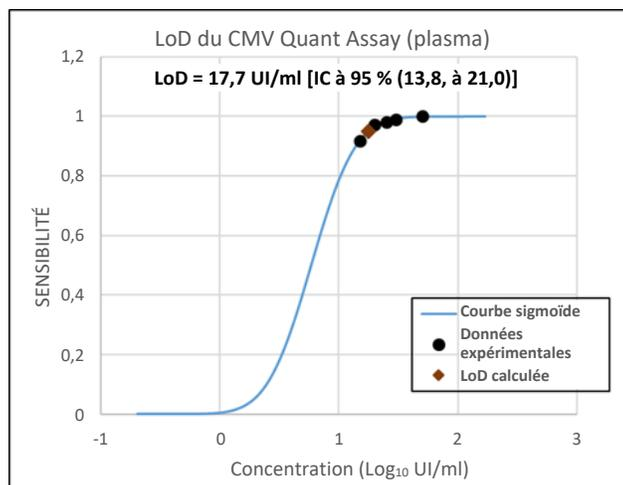

Figure 2 : Analyse de type Probit utilisée pour déterminer la LoD du NeuMoDx CMV Quant Assay dans les échantillons de plasma
La LoD du NeuMoDx CMV Quant Assay dans le plasma pour le variant gB1 était de 17,7 UI/ml ($1,25 \log_{10}$ UI/ml) avec un intervalle de confiance à 95 % (IC) de 13,8 à 21,0 UI/ml, ($1,14$ à $1,32 \log_{10}$ UI/ml) [Figure 2]. La LoD entre les génotypes est de 20,0 UI/ml ($1,30 \log_{10}$ UI/ml) comme déterminé par l'analyse du taux de succès.